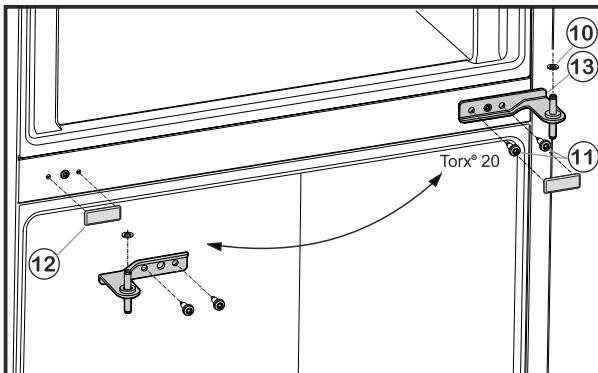

Fig. 6
- Atukite tvirtinimo varžtus Fig. 6 (11) (2 „Torx® 20“) ir iš apatinio durų ištraukite vidurinę atraminę gembę.
- Nuimkite plastikinį poveržlę Fig. 6 (10).
- Atsargiai nutraukite dengiamąją plokštelynę Fig. 6 (12).
- Dengiamąją plokštelynę Fig. 6 (12) vėl uždékite priešingoje pusėje.
- 180° pasuktą vidurinę atraminię gembę Fig. 6 (13) įstatykite į apatinę duris ir tvirtinimo varžtais Fig. 6 (11) (2 „Torx® 20“) tvirtai prisukite kitoje lankstų pusėje (su 4 Nm).
- Vėl uždékite plastikinę poveržlę Fig. 6 (10).
- Viršutines duris uždékite ant vidurinės atraminių gembės Fig. 6 (13).